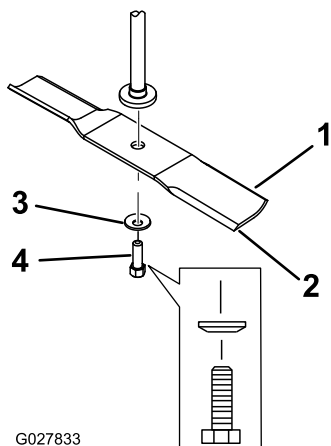

Figura 62
2. Retire a cavilha da lâmina, a anilha curva, e a lâmina do eixo (**Figura 62**).
- Instale lâmina no eixo (Figura 62).
- Instale a anilha curva (lado oval virado para a lâmina) e o parafuso da lâmina (Figura 62).